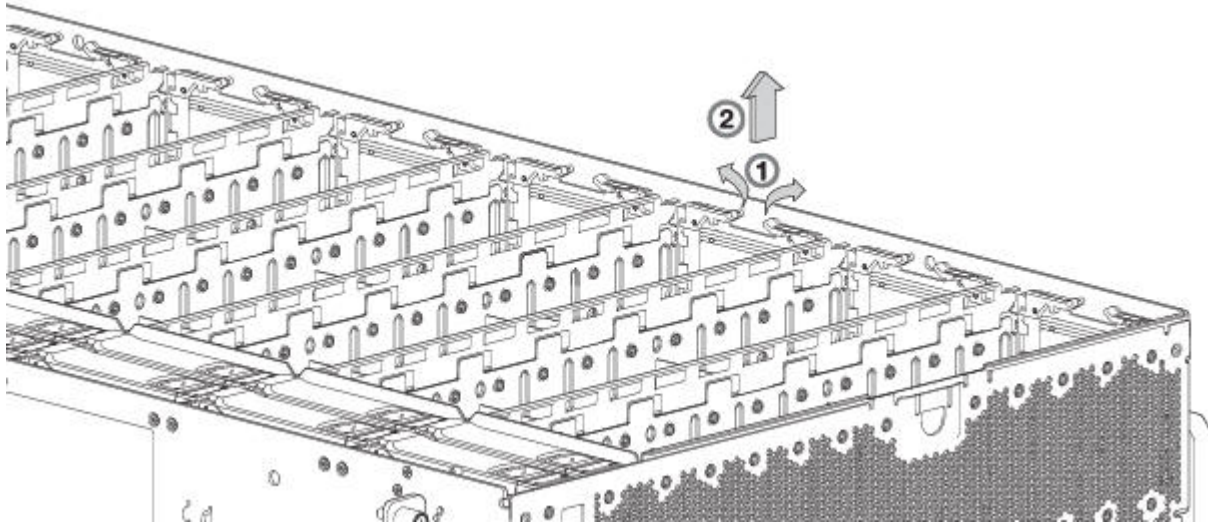
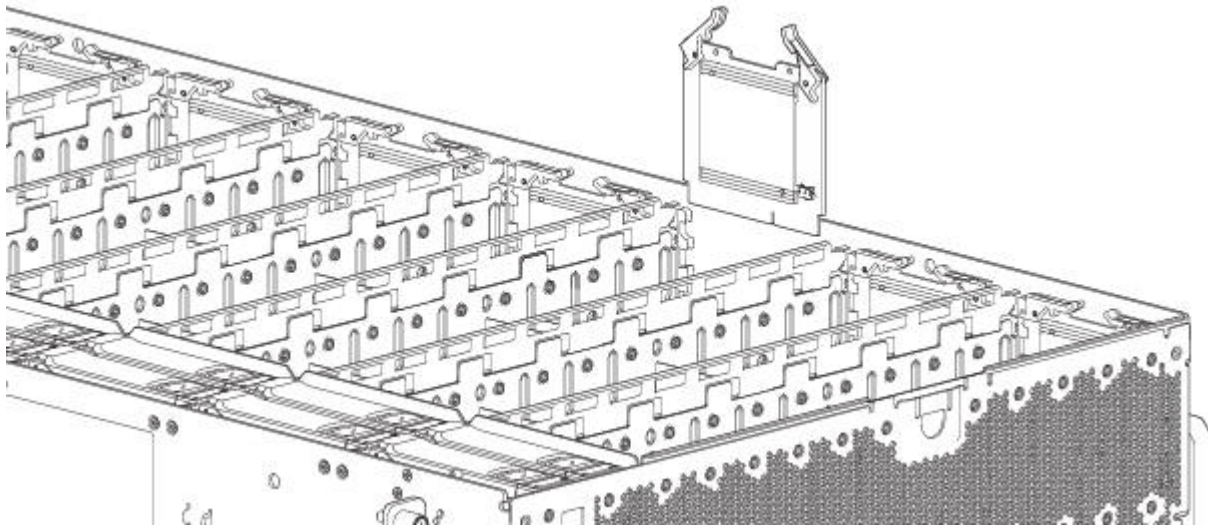

Figure 68. Retrait d'un extenseur HS (1 sur 2)
Figure 69. Retrait d'un extenseur HS (2 sur 2)
2. Sur l'extenseur HS défaillant, saisissez entre le pouce et l'index chacun des deux bras oscillants en plastique, comme illustré à la figure 68, à la page 83.
3. Faites pivoter chaque bras oscillant vers le haut afin de libérer le support d'assemblage de circuits imprimés de son emplacement, comme illustré à la figure 69.
Reportez-vous à la figure 68 et à la figure 69 au cours de cette procédure, mais ignorez la flèche directionnelle plutôt que de la retirer car vous allez insérer le module dans son emplacement.